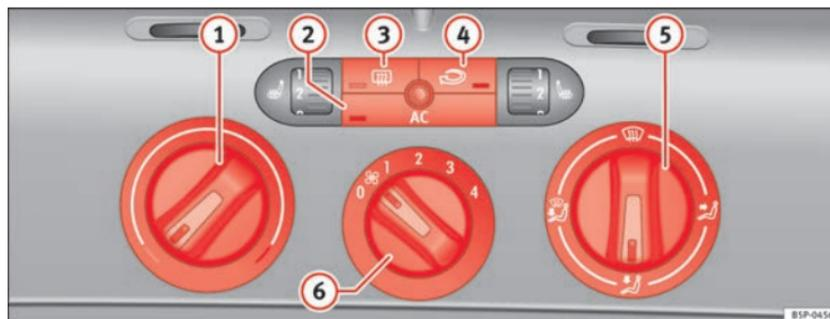

Fig. 108 Sulla plancia portastrumenti: i comandi del Climatic
- Le manopole ⇒ fig. 108 ① e ⑤ e la manopola ⑥ servono rispettivamente a impostare la temperatura desiderata, a indirizzare il flusso d'aria e a selezionare il livello di potenza della ventola.
- Per attivare o disattivare una funzione bisogna premere il tasto corrispondente ②, ③ o ④. Quando la funzione è attiva, la spia situata nell'angolo in basso del tasto si illumina.
① Manopola di regolazione della temperatura ⇒ pag. 156
② Tasto (AC) - Accensione e spegnimento del climatizzatore ⇒ pag. 156
③ Tasto (☀) - Lunotto termico. Questa funzione si spegne automaticamente dopo circa 20 minuti. Se si desidera spegnerlo prima bisogna premere il tasto relativo.
④ Tasto (↻) - Funzione di ricircolo ⇒ pag. 158
⑤ Manopola di regolazione della ripartizione del flusso d'aria ⇒ pag. 156
⑥ Comando del ventilatore. Il volume del flusso d'aria è regolabile su quattro livelli. Quando si viaggia a basse velocità, si consiglia di tenere sempre acceso il ventilatore al livello più basso. ▶
- Accendere il climatizzatore con il tasto ⇒ pag. 155, fig. 108